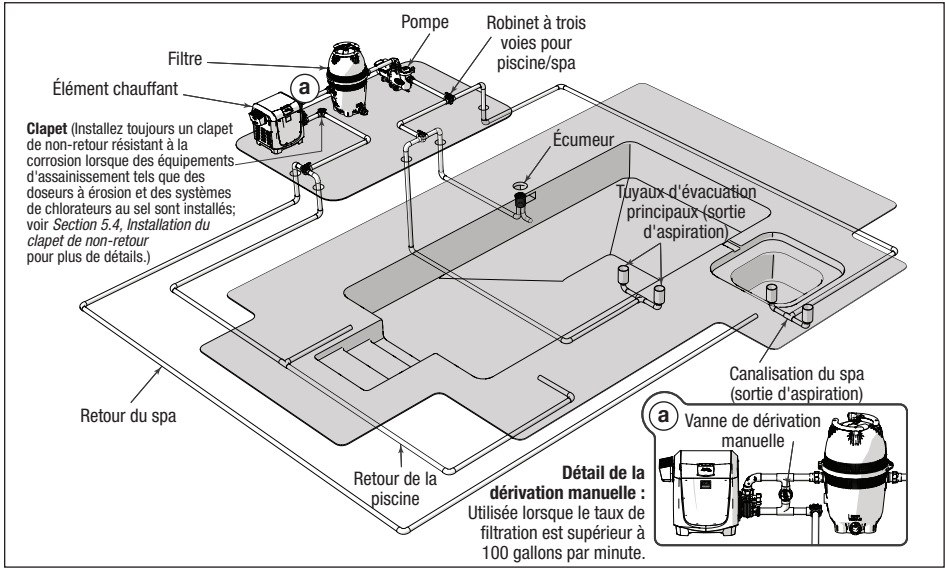

Figure 9. Configuration de tuyauterie d'eau typique
Installez les composants du système de piscine avec les raccordements, comme illustré dans la *Figure 9*. Toute configuration autre que celle illustrée dans la *Figure 9* peut affecter le fonctionnement du pressostat d'eau. L'emplacement du réchauffeur au-dessus ou en dessous de la surface de l'eau de la piscine peut également affecter le fonctionnement du pressostat d'eau.
- Raccordez le robinet à tournant sphérique entre l'orifice d'entrée et l'orifice de sortie d'eau. Voir l'orifice « a. » dans la Figure 9.